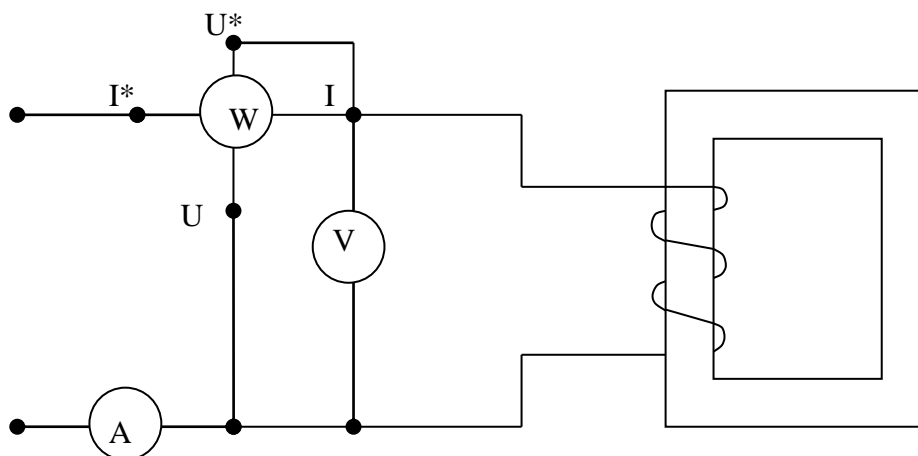

Рис. 12.1
2. В лабораторных работах интенсивность магнитных потерь измеряют с помощью ваттметра (рис. 12.1). Этот подключенный ваттметр измеряет мощность.
4. Соберите таблицу (см. рис. 12.1) и покажите ее учителю для проверки.
Для уменьшения погрешности измерения в схему следует включить параллельно катушку ваттметра (рис. 12.1).